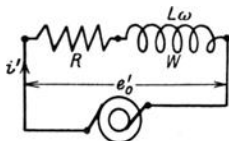

Fig. 99.
253. Ein veränderlicher aber induktionsfreier Widerstand $R = 4, 6, 8, 10 \Omega$ und eine Spule mit dem Widerstande $w = 2 [3] (1) \Omega$ und dem induktiven $L \omega = 8 [7] (10) \Omega$ sind hintereinander geschaltet und an eine Stromquelle von $100 [80] (120) \text{ V}$ angeschlossen (Fig. 99). Gesucht wird: